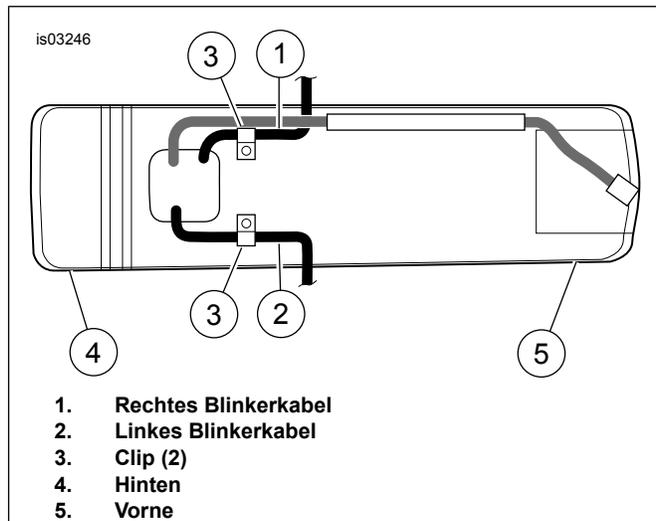

Abbildung 3. Blinkerkabel und Clips (Ansicht von unten)
5. Siehe Abbildung 3. Den Blinkerkabelbaum (1, 2) aus den Clips (3) unter dem Hinterradschutzblech ausbauen, und die Kabel heraus ziehen.